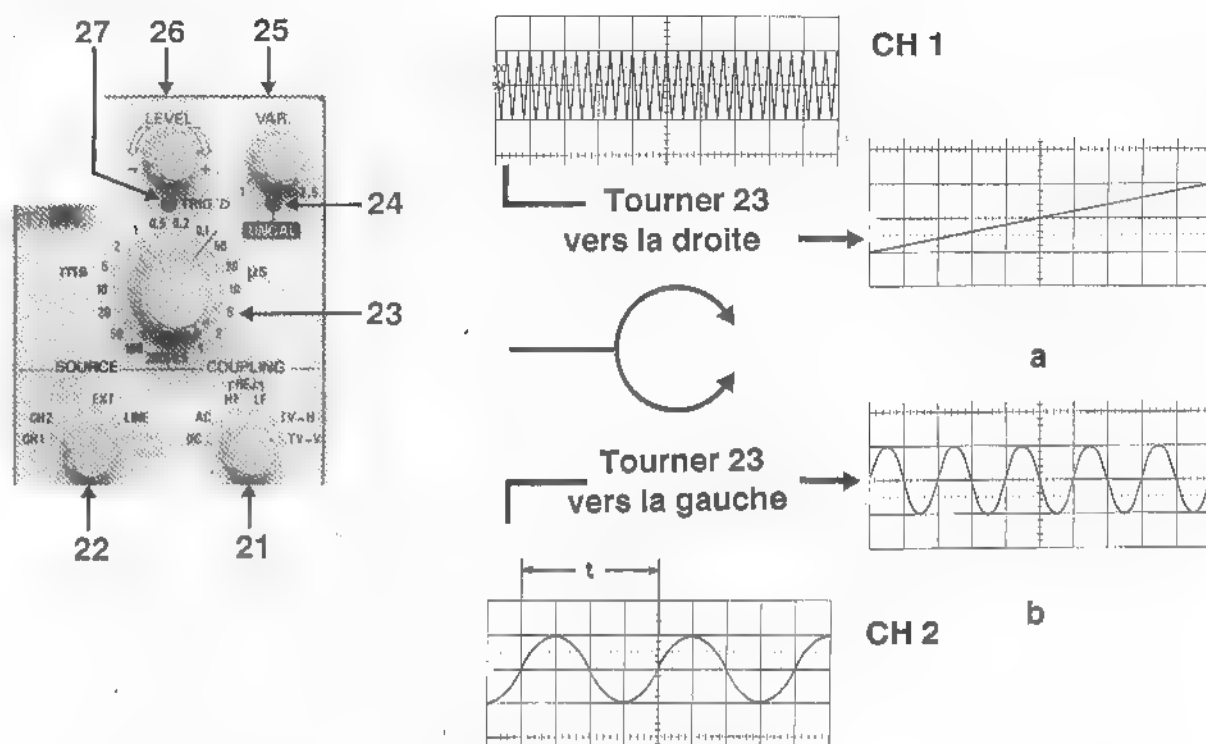
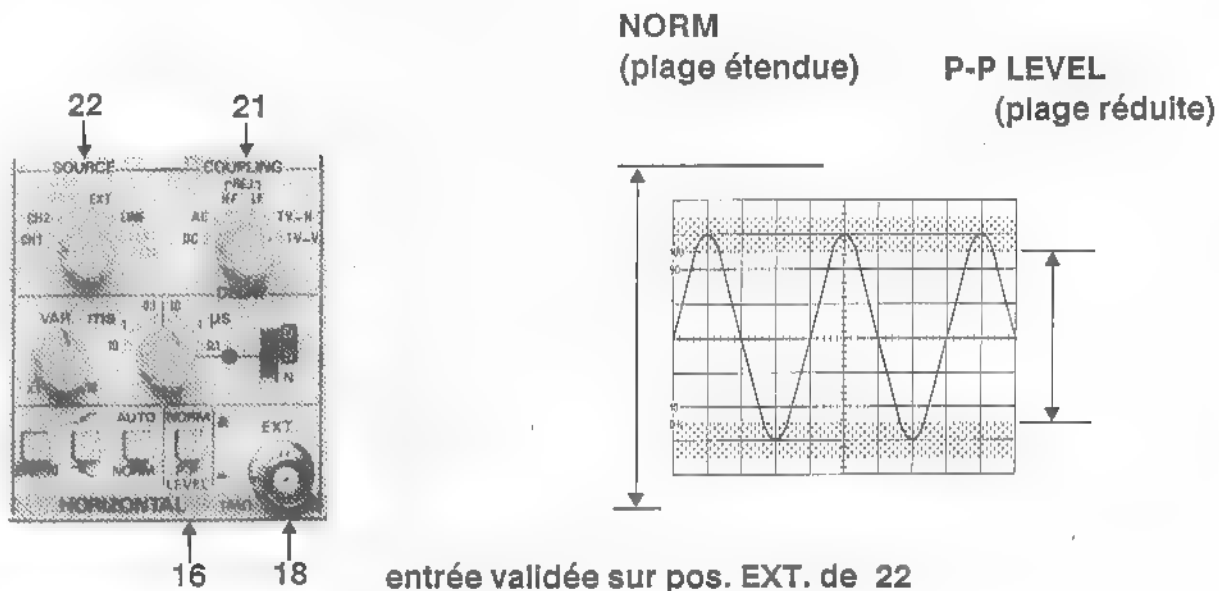

Fig 3.5
Fig 3.6
- Appuyer sur le poussoir 16 (voir Fig 3.6) pour stabiliser cette image en adoptant le mode de déclenchement "crête à crête" (P-P) et retoucher éventuellement la position de la commande 26 (voir Fig 3.5), ajuster vers + ou - le niveau de déclenchement.
- Lorsque l'image est stable (voyant 27 allumé), tourner la commande 23 pour fixer le nombre de périodes du signal observé (choix de T/div voir Fig 3.5, en notant que pour les positions de 23 $>$ ou $=$ à 5ms, le mode de balayage est découpé, alors que pour les positions $<$ 5ms il est alterné).
- vérifier que le niveau de déclenchement se trouve bien dans une plage "réduite" plus "fine" à régler (16 enfoncé). Si l'on désire une plage plus étendue, relâcher 16 pour obtenir une recherche plus lente à l'aide de 26 (la plage pouvant alors dépasser les limites verticales du graticule, voir Fig. 3.6).
- Note : on peut également dans certains cas d'emploi bien spécifiques faire appel à un déclenchement lié à la fréquence du "réseau local" (22 sur LINE, voir Fig 3.6) ou à la fréquence d'un signal d'origine externe appliqué à l'entrée EXT 18 (fréquence liée au signal observé et niveau respectant les conditions paragraphe 3.1.3).)*